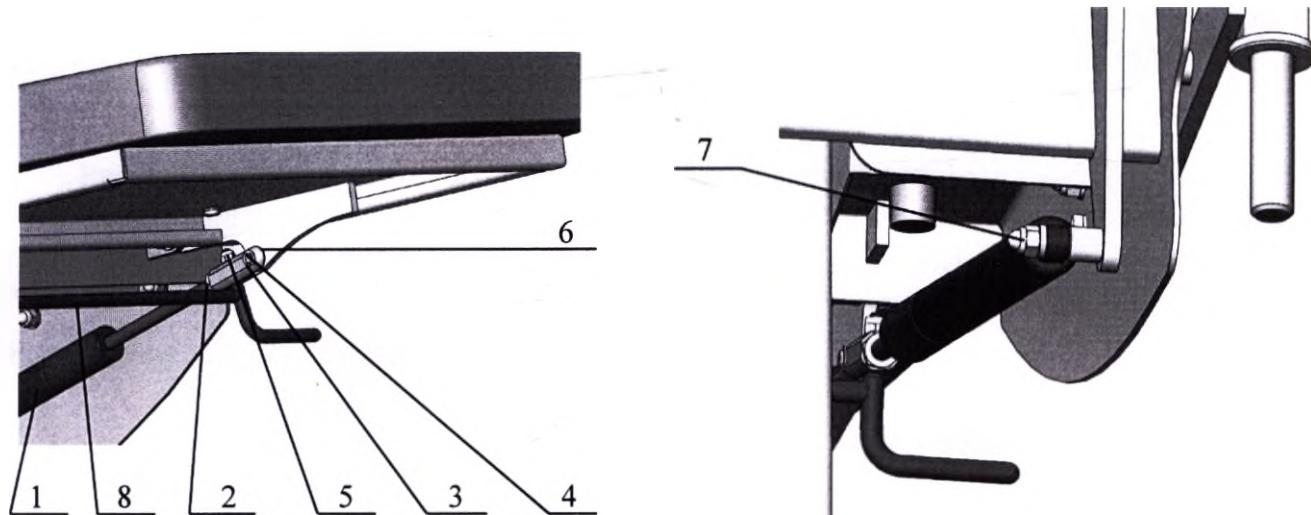

Рисунок 12. Замена газовых пружин поворота ножной секции.
- 12.3.1. Отверните гайки 5 (Рисунок 12) – 2 шт.